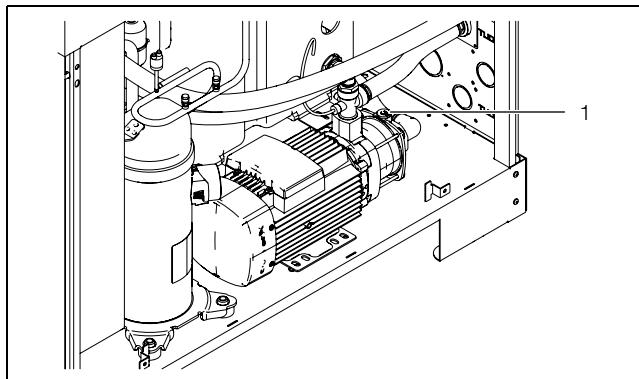

Fig. 13: Spurgare la pompa del mezzo frigorifeno
- Spurgare la pompa del fluido frigorifero (quando non è in funzione) allentando la vite di sfiato (fig. 13, pos. 1).